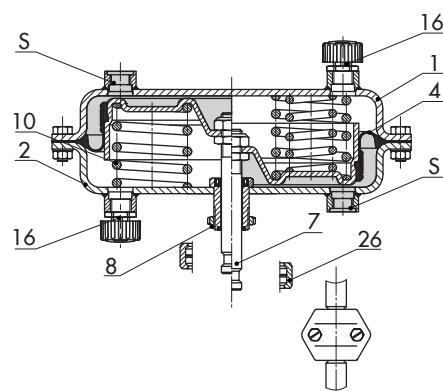
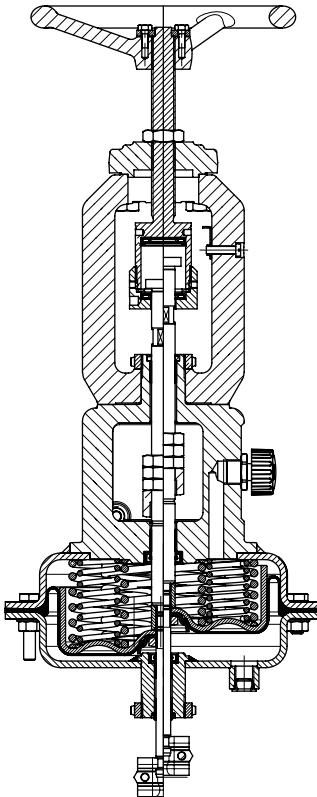

Bild 7: Typ 3271 · rechte Hälfte mit Zusatzfedern
Bild 14: Typ 3271 ($175 \text{v}2 \text{ cm}^2$) · Kombinierte Ausführung mit Handverstellung und beidseitiger Hubbegrenzung
- **Typ 3271 oder Typ 3277 · Kombinierte Ausführung mit Handverstellung und beidseitiger Hubbegrenzung** (Bild 14) für Antriebsflächen 175v2 bis 750v2 cm² (nicht für 240 cm²)
Legende zu Bild 7 bis Bild 14